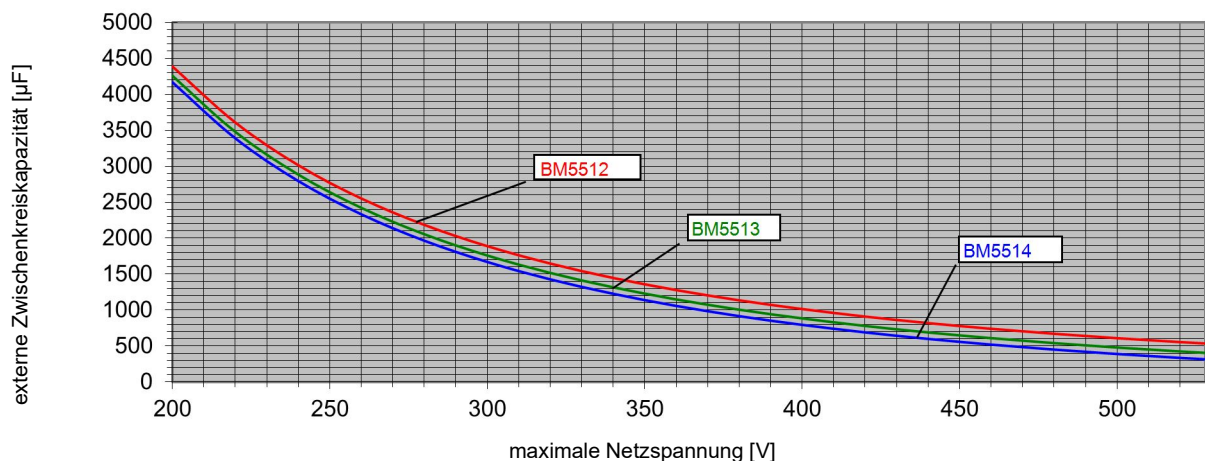

Abbildung 34: Maximale externe Zwischenkreiskapazität BM551X Universalgerät
Zwischenkreiskapazität (extern), zulässig	Siehe ►Abbildung 34◄ auf Seite 62
- 8) Der angegebene Wert gilt nur, wenn keine zusätzliche Zwischenkreiskapazität an den Zwischenkreisanschlussklemmen angeschlossen ist. Siehe dazu auch ►Netz-Einschalthäufigkeit/Zwischenkreisaufladung◄ auf Seite 231 und ►Abbildung 34◄ auf Seite 62.